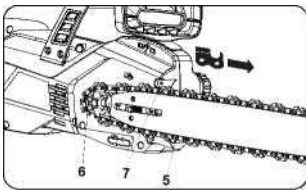

рис. 11
3. Вкладіть пильний ланцюг (5) на ланцюгову зірочку (6). Правою рукою слід вкласти пильний ланцюг в направляючу канавку (7) пильної шини. (рис. 11)